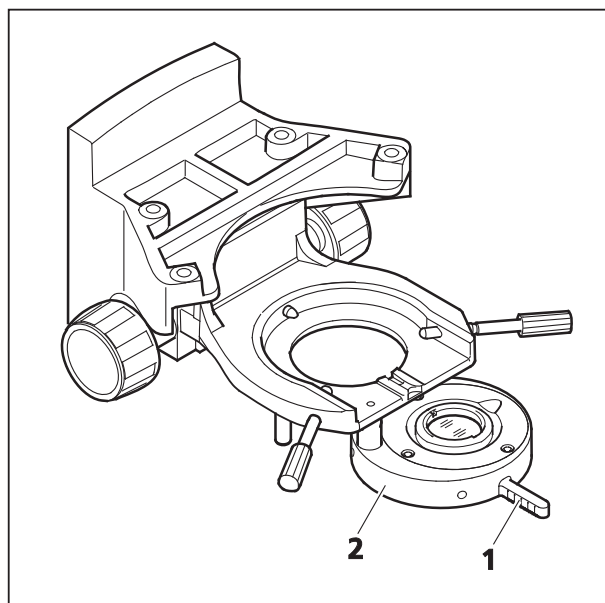

Fig. 2-21 Visualiseur intégral
- Avec la tige (Fig. 2-21/1) vous intercalez le visualiseur intégral (Fig. 2-21/2) dans le trajet lumineux ou vous l'escamotez. Veillez à ce qu'il s'encliquette correctement en position intercalée.